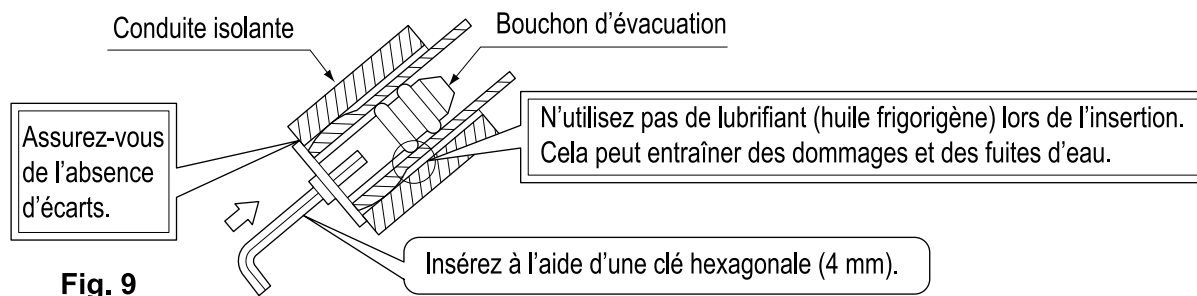

Fig. 9
- Enlevez le bouchon d'évacuation, la conduite isolante et le tuyau d'évacuation du bac d'évacuation et changez-les de place. (**reportez-vous à la fig. 9**)
- Placez préalablement la tuyauterie de fluide frigorigène, en la faisant coïncider avec les marques des tuyaux de liquide et de gaz gravées sur le panneau d'installation (1).